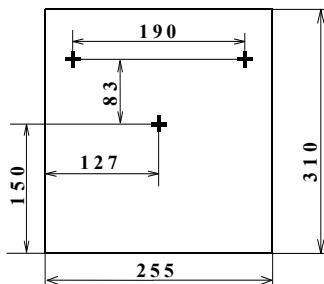

Рис. 1
2.2.2 Закрепить РИП на стене в удобном месте. Габаритно-установочные размеры указаны на Рис. 1.